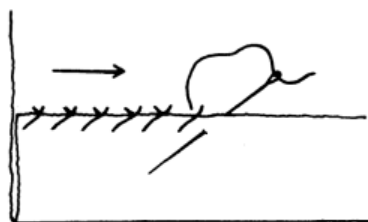

Рис. 7
### «СКОЛЬЗЯЩИЙ» КРЕСТООБРАЗНЫЙ СТЕЖОК (РИС. 7)
Вот немного другой вариант обычного крестообразного стежка, обладающий парой дополнительных преимуществ: он быстрее в выполнении и, кроме того, край не может «завернуться» к внутренней стороне, поскольку нить проходит как снизу, так и сверху (рис. 7).
3. Вместо того чтобы сделать стежок «вперед иголку» на закрепляемой детали, введите иглу между двумя деталями и выведите ее в том месте, где вы сделали стежок «вперед иголку» (рис. 7). Вернитесь к нижней части и продолжайте.